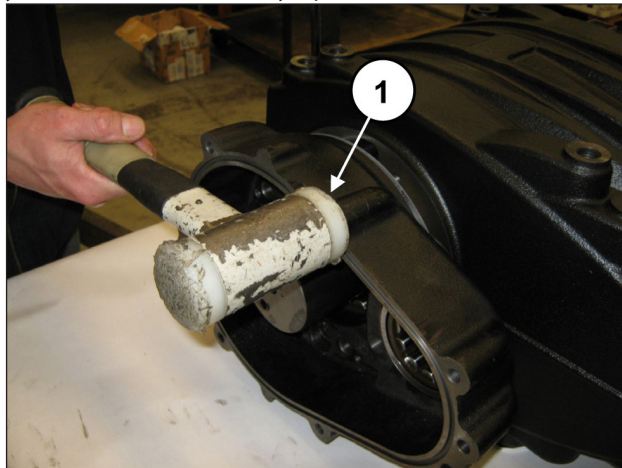

Рис. 65
уплотнением) с помощью ударной массы (поз. ①, Рис. 65).